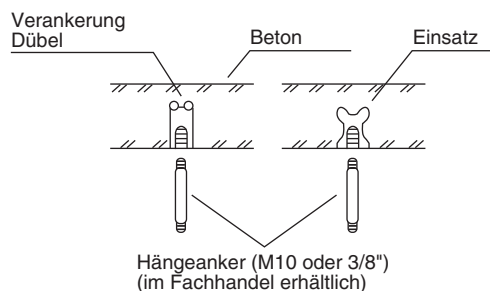
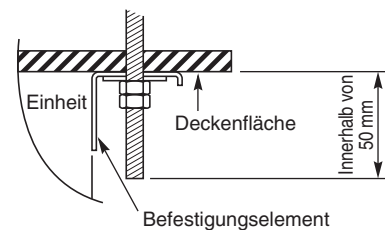

Abb. 3-6
Abb. 3-8
- (2) Die Löcher an den 4 Stellen bohren, die auf dem Originalmaßstab-Diagramm angezeigt sind.
- (3) Je nach Art der Decke:
- a) Die Hängeanker einsetzen (Abb. 3-6).
- (4) Die Hängeanker hineindreihen, wobei diese aus der Decke herausragen müssen (Abb. 3-6 und 3-7). Die Längen der herausragenden Anker müssen gleich sein und dürfen 50 mm nicht überschreiten. (Abb. 3-8)